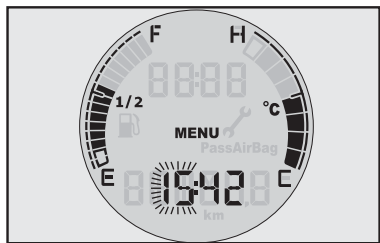

fig. 51
- Pressionar **MODE** para permitir o ajuste (a hora ou os minutos lampejam fig. 51).